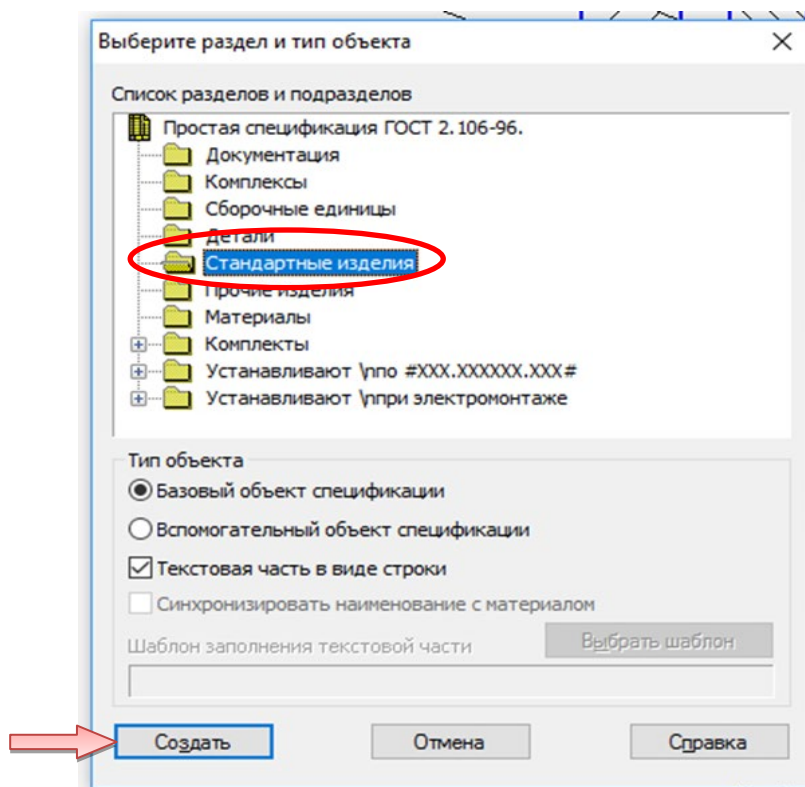

Рис. 4.72. Выбор раздела и типа объекта
- В открывшемся окне выбираем «Стандартные изделия» (рис. 4.72).